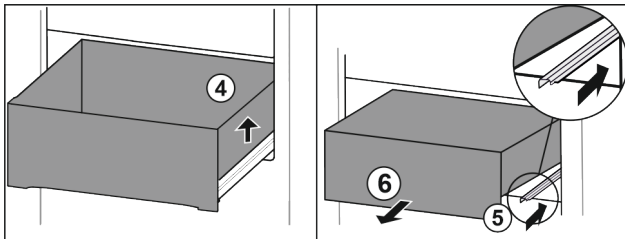

Fig. 83
- ▶ Приподнимите выдвижной ящик справа. Fig. 83 (4)
- ▶ Вставьте правую направляющую. Fig. 83 (5)
- ▶ Извлеките выдвижной ящик движением вперед. Fig. 83 (6)